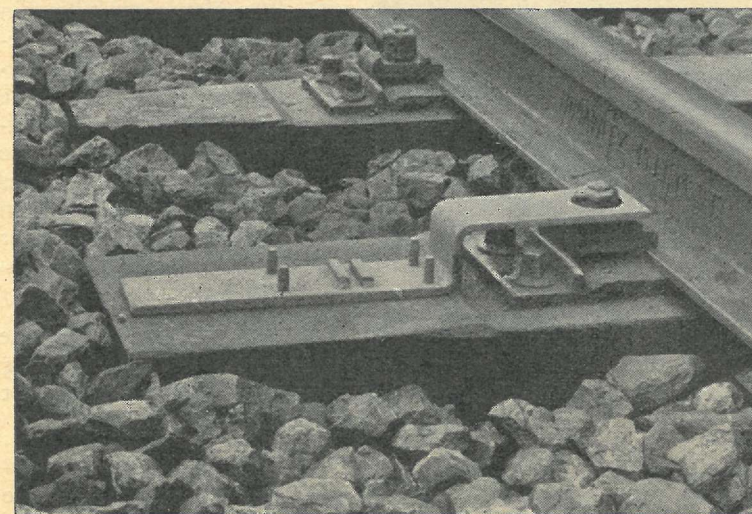

Abb. 8
27.) Beim Auswechseln der Propangasflaschen ist statt der in Punkt 16 beschriebenen Vorrichtung ein „Bedienungseisen“ zu verwenden, das in der in Abb. 8 dargestellten Weise auf eine Gleisschwelle aufgelegt wird.